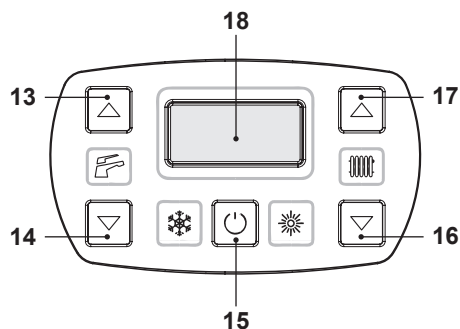

Figura 8.3
- Entrare in "modalità programmazione" premendo contemporaneamente per 10 secondi i tasti 15 - 16 - 17 (Figura 8.3) fino a far apparire sul display LCD le lettere **Pr** che si alternano con il codice **01**, indicanti l'entrata nel "parametro 01" (Figura 8.4).
- Premere contemporaneamente i tasti 15 e 17 (Figura 8.3) fino a far apparire sul display LCD il valore del parametro 05 (00=G20) (Figura 8.6).
- Premendo il tasto 15 (Figura 8.3) si ottiene la conferma del valore inserito.
- Premendo contemporaneamente i tasti 15 e 16 (Figura 8.3) si esce senza modificare il valore (ritorno alla lista parametri Figura 8.5)
- Premendo contemporaneamente per 10 secondi i tasti 15 - 16 - 17 (Figura 8.3) si esce dalla "modalità programmazione".